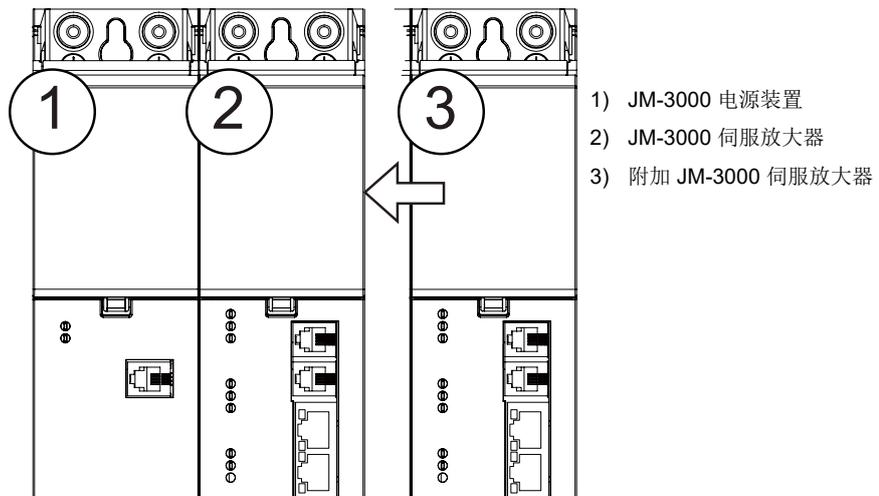

图 2.1 对接安装顺序
- 设备必须按照图 2.1 中规定的顺序进行对接安装。不得采用其他顺序，否则可能导致母线和散热问题。